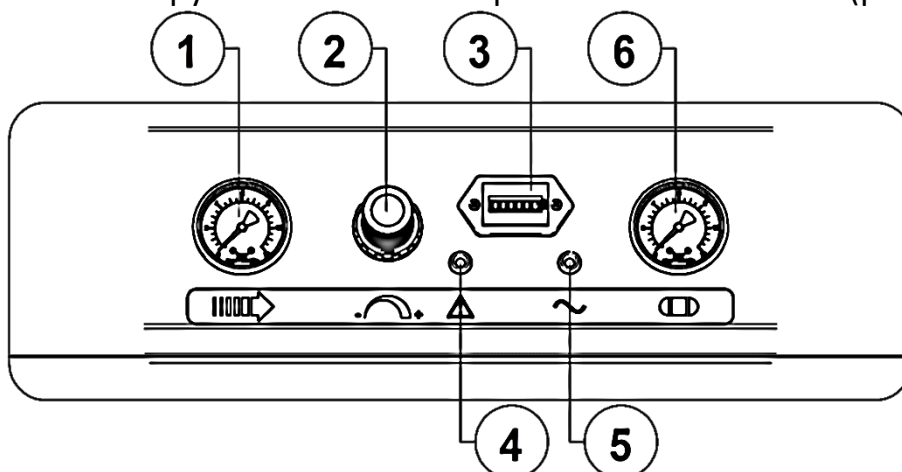
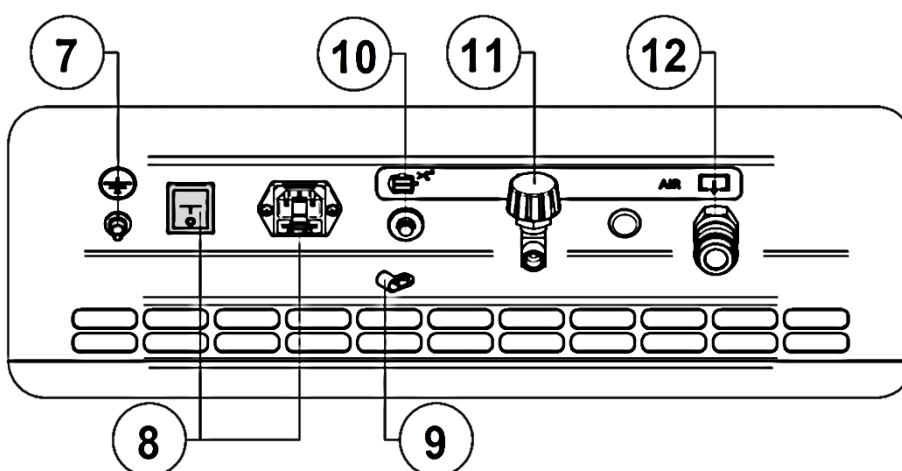

Рисунок 3 - Панель управления
Рисунок 4 - Задняя панель
7.4.2 К быстроразъемной муфте **12** (выход сжатого воздуха) (рисунок 4) присоедините шланг сжатого воздуха к исполнительному устройству.
7.5.5 Провод заземления подключите к винту заземления 7 (рисунок 4) на задней панели компрессора. При наличии заземляющего контакта в электрической розетке, дополнительное заземление не требуется.
Подсоедините сетевую вилку съемного шнура питания к электрической сети. Включите компрессор выключателем **8** (рисунок 4) на задней панели. Для этого необходимо переключить выключатель в положение «I». Включенное состояние сигнализируется зелёной контрольной лампочкой **5** (рисунок 3).
- Выключить компрессор выключателем **8** (рисунок 4) на задней панели. Для этого необходимо переключить выключатель в положение «**0**». После этого остановится двигатель и произойдет сброс давления из нагнетательного воздухопровода и поршневого блока.
- Снизить давление в ресивере до атмосферного при помощи крана разгрузки **11** (рисунок 4).
8.4.1 Настройка давления сжатого воздуха осуществляется регулятором давления **2** следующим образом (рисунок 3):
ВНИМАНИЕ: НАСТРОЙКА РЕГУЛЯТОРА ДАВЛЕНИЯ ДОЛЖНА ПРОИЗВОДИТЬСЯ ПРИ ЗАКРЫТОМ КРАНЕ РАЗГРУЗКИ РЕСИВЕРА 11 (РИСУНОК 4)!
8.4.2 Компрессор оборудован устройством защиты от перегрузок. При нарушении питания электрической сети, а также при работе с ПВ более 60% возможно автоматическое срабатывание защиты двигателя, о чем сигнализирует красная контрольная лампочка **4** (рисунок 3) на панели управления.
- Переключите выключатель **8** (рисунок 4) на задней панели в положение «**0**».